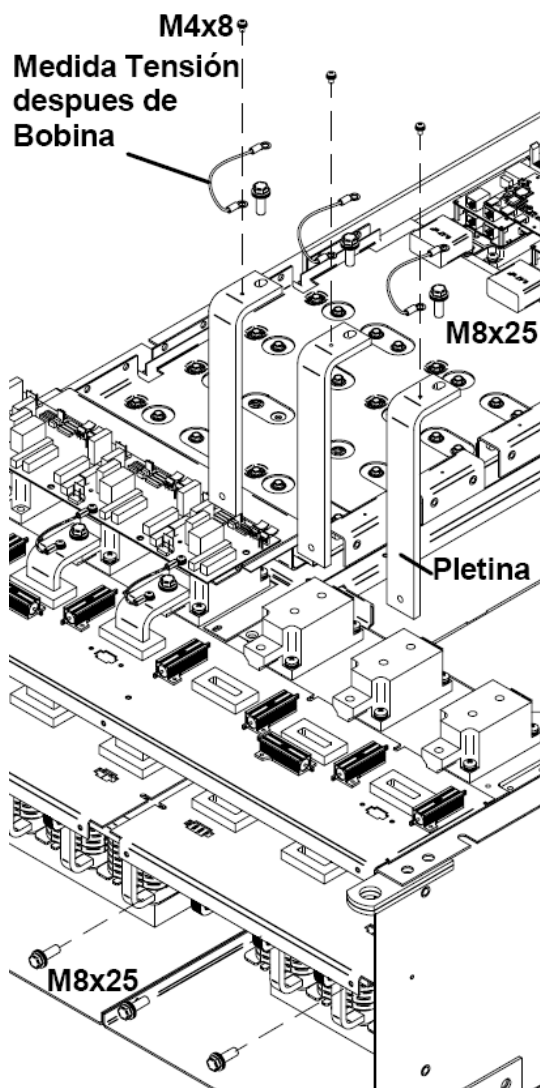
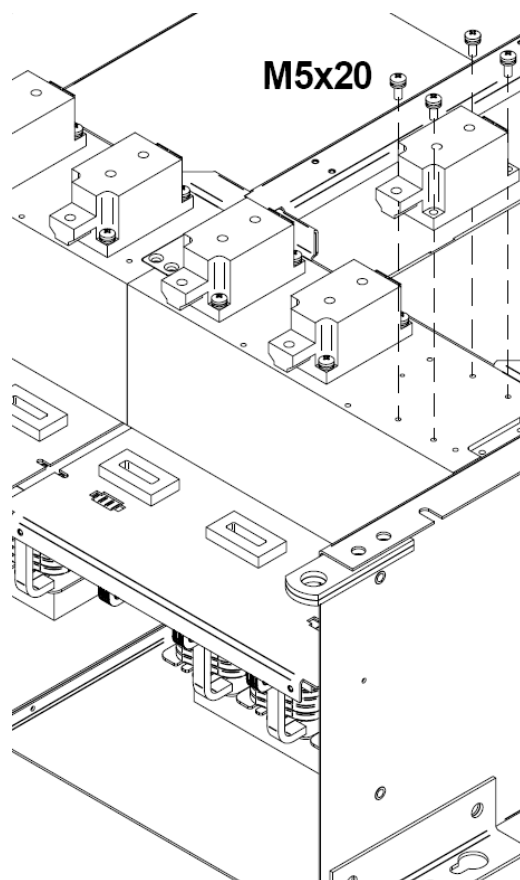

Figura 7.18 Extracción pletinas bobina de choque-tiristor
Figura 7.19.Extracción tiristor
Consultar la *figura 7.18* y *figura 7.19* mientras se siguen estas instrucciones:
- a) Insertar las pletinas por el hueco de la plancha (ver figura 7.18.)